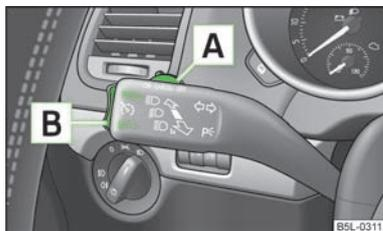

Abb. 104
- Den Schalter **A** » Abb. 104 in Stellung **ON** drücken.
- Die Wippe **B** » Abb. 104 in der Position **RES** drücken.
Die Geschwindigkeitsregelanlage wird **vorübergehend abgeschaltet**, indem der Schalter **A** » Abb. 104 in die gefederte Position **CANCEL** bzw. auch das Brems- oder Kupplungspedal gedrückt wird.
- Den Schalter **A** » Abb. 104 nach rechts in Stellung **OFF** drücken.